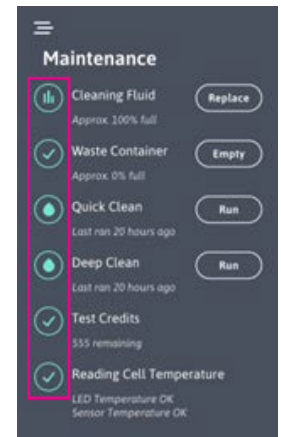

Figura 21
El menú Mantenimiento proporciona un «panel» que contiene las funciones relacionadas con el usuario del miniiSED. Los iconos circulares con la marca de verificación verde indican que la categoría mostrada está dentro de los límites preestablecidos. Cuando una categoría de miniiSED esté próxima a un límite establecido, el icono circular cambiará a color amarillo para indicar que pronto necesitará atención. Si se supera el límite de la categoría, el icono se volverá rojo y será necesario tomar medidas. En la Figura 21 se muestran los siguientes iconos, de arriba abajo:
1. En las categorías «Líquido de limpieza» y «Contenedor de residuos», al seleccionar el botón «Reemplazar» se reinician los contadores (Figura 21).